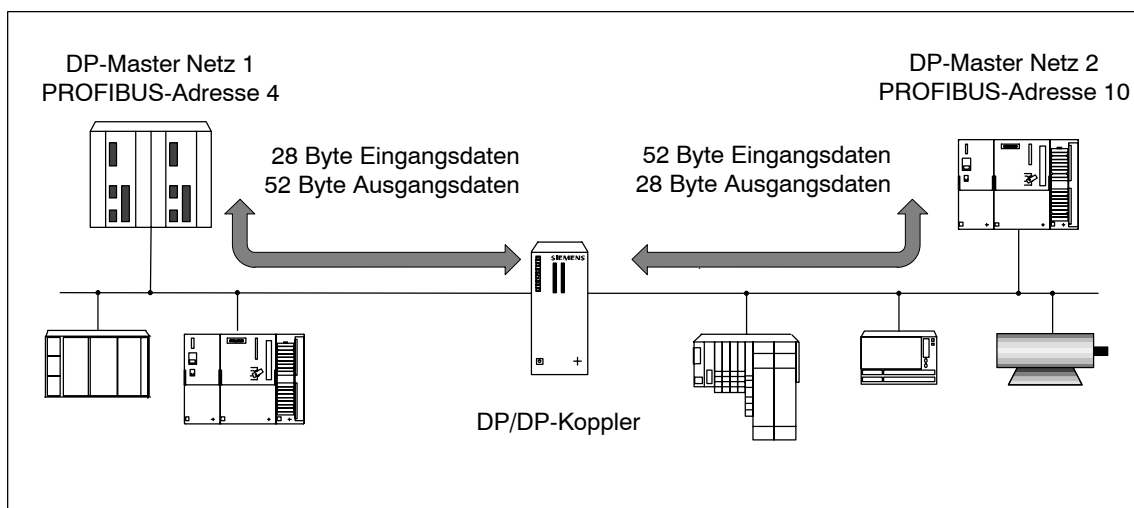

Bild 6-5 Beispielaufbau für eine Diagnoseauswertung des DP/DP-Kopplers
- Bild 6-5 zeigt einen beispielhaften Aufbau für eine Diagnoseauswertung.